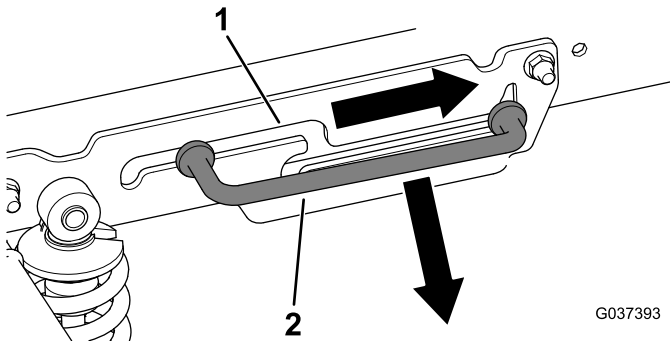

Figura 3
3. Fate scorrere l'asta di supporto in avanti, fuori dalla fessura di arresto e rimuovete l'asta di supporto (Figura 3).